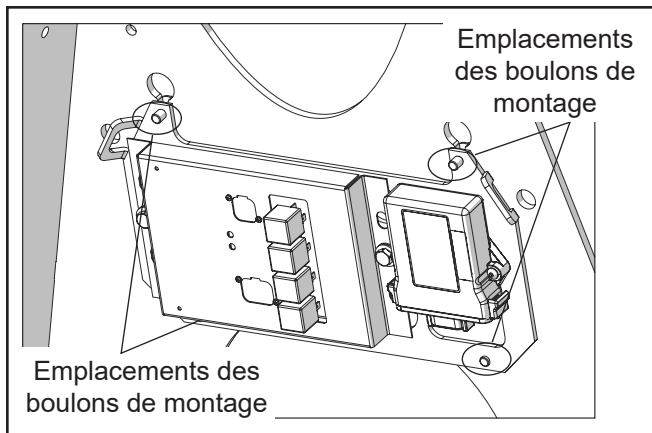
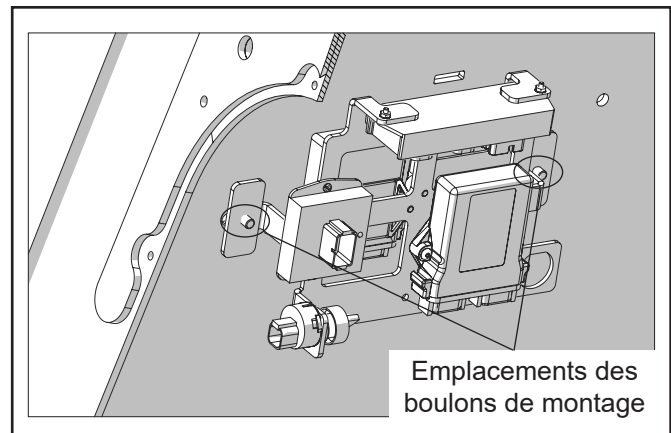

Figure 4 — Carte de commande DM/DC (à l'intérieur du socle)
Figure 5 — Carte de commande DM-E (à l'intérieur du socle)
5. Retirez le support de la carte de commande, référence 970062302 pour les modèles DM/DC (voir la Figure 4) ou référence 991173267 pour les modèles DM-E (voir la Figure 5) de la plaque latérale.